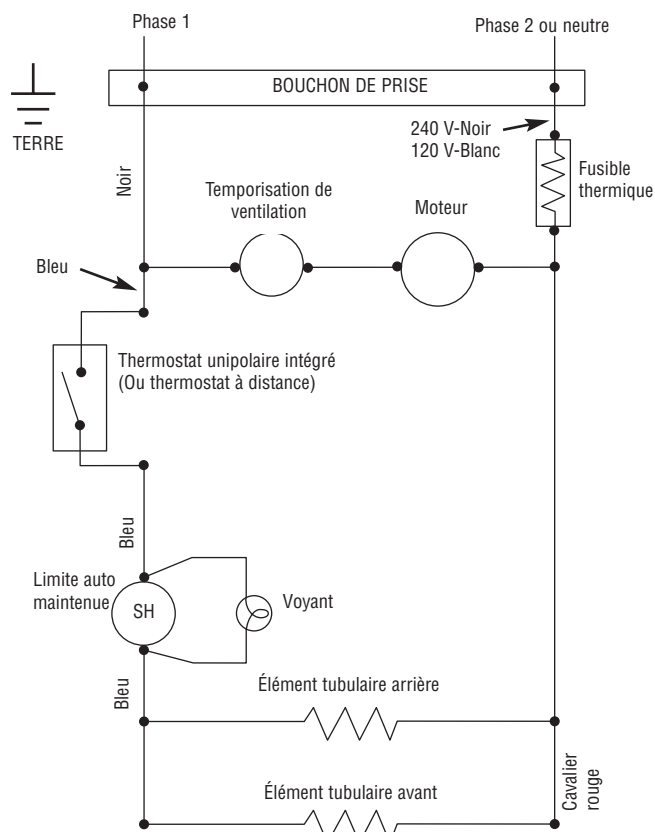

Figure 2 – Câblage avec un thermostat monté dans le radiateur
5. Réalisez les raccordements de câblage, en fixant les fils sur deux (2) fils en tire-bouchon, noirs pour les modèles en 240/208 V, ou noir et blanc pour le modèle 120 V, avec des capuchons de fixation de fils (fournis). Branchez le fil amenant la terre au fil de terre en tire-bouchon avec un capuchon de fixation (fourni). Voyez la Figure 2.